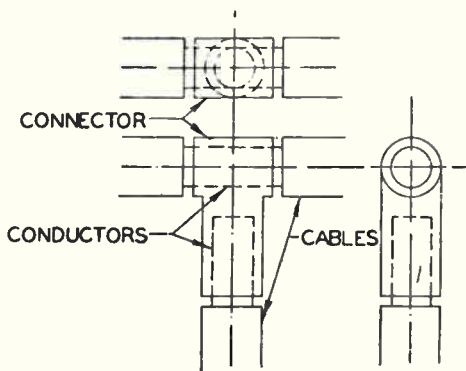

Fig. 6-14
- CT-T Tee type cable tap. Fig. 6-14